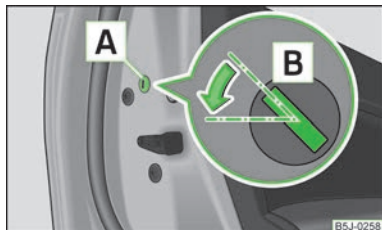

Fig. 14
- > Demontați masca **A** » fig. 14.